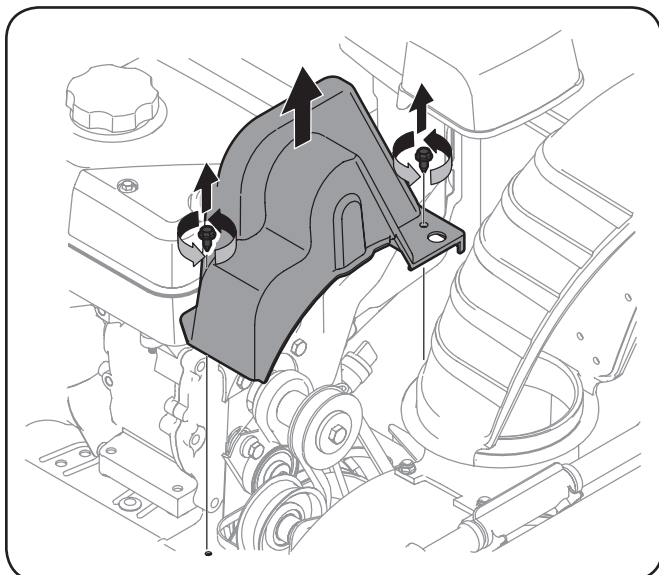

Figura 7-1
2. Saque la cubierta plástica de la correa ubicada en el frente del motor. Para ello saque los dos tornillos autorroscantes. Vea la Figura 7-1.